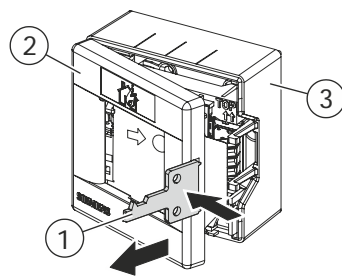

Fig. 5
1. Use the key (1) to pull the housing cover (2) forwards and off the back box (3) (Fig. 5).
3. Guide the protective cover (4) through the opening in the housing cover as shown in Fig. (8).
4. Insert the pivot pins for the protective cover (4) in the two recesses on the rear side of the housing cover (2).
6. Install the housing cover (2) on the back box.
1. Use the key (1) to pull the housing cover (2) forwards and off the back box (3). While doing this, press the key against the housing cover (2) (Fig. 5).
1. Ziehen Sie mit dem Schlüssel (1) den Gehäusedeckel (2) vom Gehäuseboden (3) ab (Fig. 5).
3. Führen Sie den Schutzdeckel (4) wie in Fig. (8) dargestellt durch die Öffnung im Gehäusedeckel.
4. Legen Sie die Drehzapfen des Schutzdeckels (4) in die beiden Vertiefungen auf der Rückseite des Gehäusedeckels (2) ein.
6. Montieren Sie den Gehäusedeckel (2) auf den Gehäuseboden.
1. Ziehen Sie mit dem Schlüssel (1) den Gehäusedeckel (2) vom Gehäuseboden (3) ab. Drücken Sie den Schlüssel hierbei gegen den Gehäusedeckel (2) (Fig. 5).